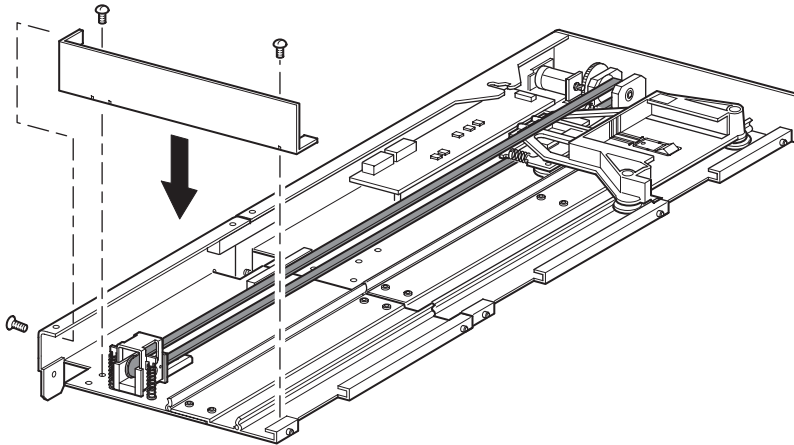

Abbildung 2–23: Anbringen der Bodenplatte
1. Halten Sie die PTM-Basiseinheit am Griff, und stützen Sie sie gleichzeitig von unten ab (siehe Abbildung 2–9).